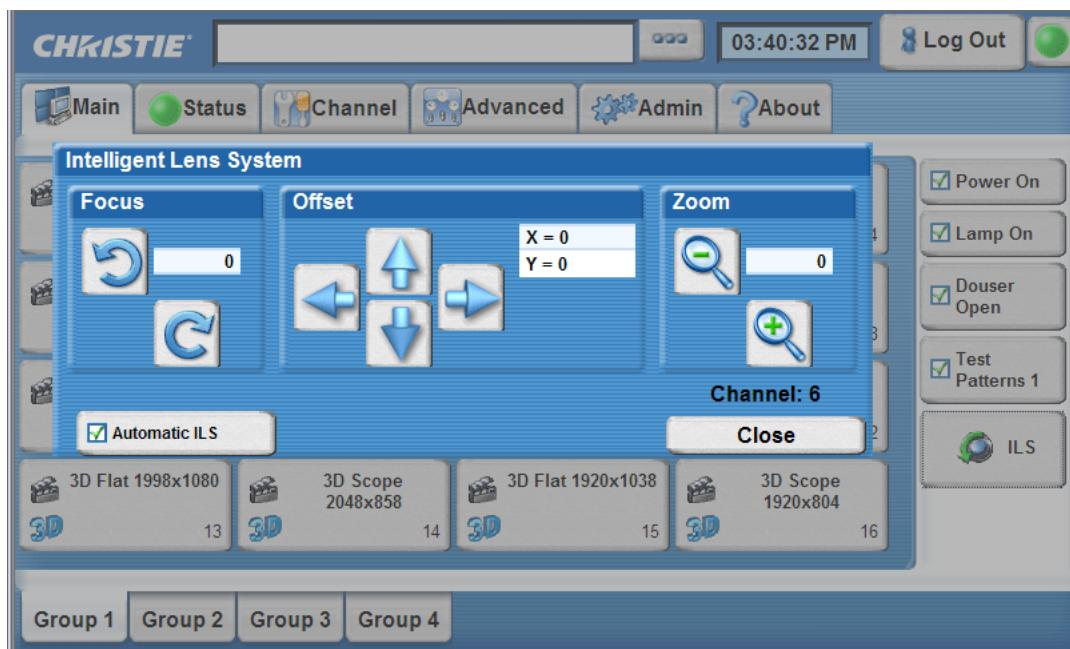

Figura 2-23 Sistema obiettivo intelligente
1. Dal menu **Main**, fare clic su **ILS**. Vedere **Figura 2-23**.
3. Utilizzando il pattern di prova del fotogramma, regolare **Offset** facendo clic sui pulsanti direzionali sul menu **ILS** (**Figura 2-23**) in modo da visualizzare un'immagine quadrata sullo schermo.